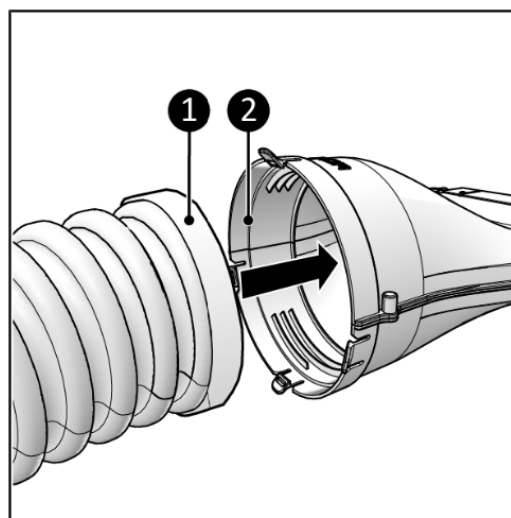

Figura 49.
- Cu sistem de manivelă, pentru un furtun cu guler (Figura 49, poz. 1).
1. Introduceți furtunul aparatului de aer condiționat (Figura 49, articolul 1) în corpul principal (Figura 49, articolul 2).